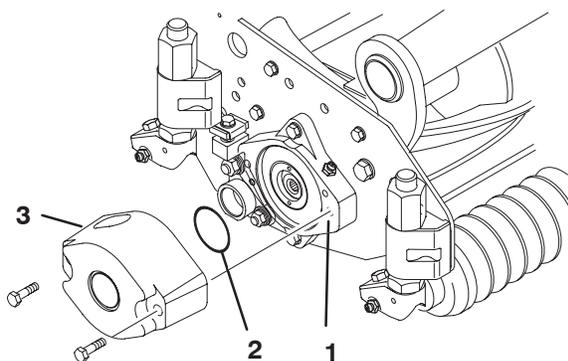

Bild 3
- Bauen Sie das Gegengewicht mit den mitgelieferten Kopfschrauben am richtigen Ende jedes Mähwerks an (Bild 3).